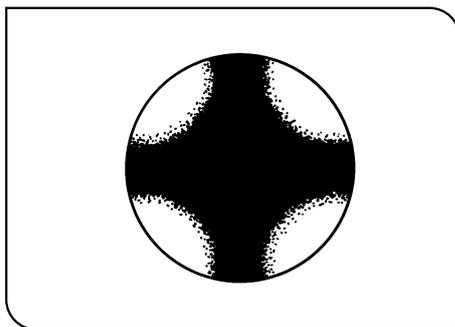

Fig. 4
4. Mire la trayectoria de luz a través del soporte del tubo que hay en la parte superior del MX-ANM y gírelo hasta que el isógiro oscuro en forma de cruz (Fig. 4) se vea más definido. A continuación, apriete firmemente el tornillo de sujeción.